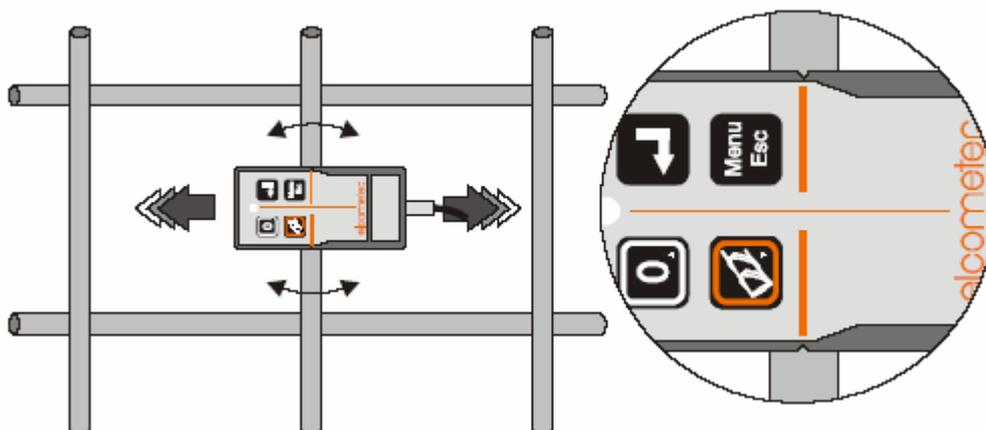

図17:鉄筋に対して 90° の位置にあるサーチヘッド
11. サーチヘッドを鉄筋に対して 90° (直角)になるように回します。サーチヘッドの横の切り込みとサーチヘッドの中央部のラインを使って位置を決めます(図17)。サーチヘッドが鉄筋に対して正しく 90° になり、切り込み／ラインが鉄筋の真上にくるとビー音／信号は最小になります。
直角測定(図17)では、サーチヘッドは、鉄筋から可能な最小の信号を得なければなりません。サーチヘッドの角度や位置が適切でないと、この信号が増加します。これによって、どちらの位置エラーも常に直径を過大推定する結果になります(かぶり厚も同様)。